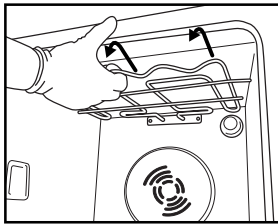
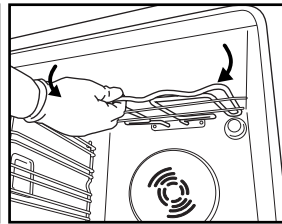

Abb. 6
Abb. 7
2. Ziehen Sie das Hezelement (Abb. 6) etwas nach vorn und senken Sie es anschließend ab (Abb. 7).